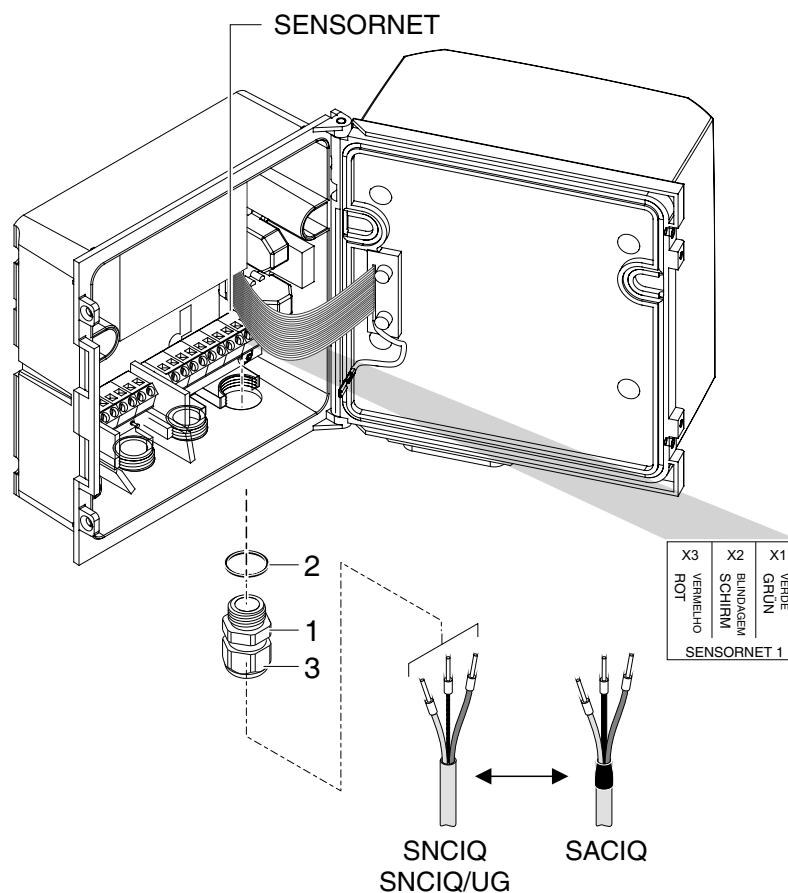

Fig. 3-3 Ligar o cabo (exemplo DIQ/S 28XCR3)
- 2 Aparafusar o prensa-cabo (n.º 029 212, pos. 1 em Fig. 3-3) com a vedação (pos. 2) na caixa na posição de montagem para a ligação SENSORNET (ver etiqueta na parte inferior da caixa).
- 3 Desaperte a porca da tampa (pos. 3 em Fig. 3-3).
- 6 Apertar a porca da tampa (pos. 3 em Fig. 3-3).